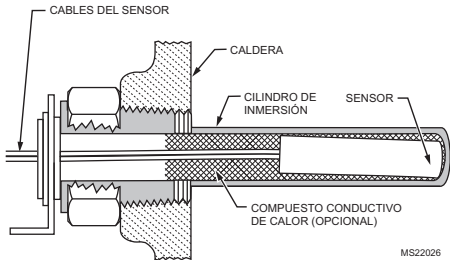

Fig. 4. Instalación del sensor de reemplazo.
4. Asegúrese de que el sensor esté completamente asentado en la parte inferior del cilindro (consulte la Fig. 4). Si es necesario, utilice un lápiz pequeño para medir la profundidad del sensor en el cilindro.